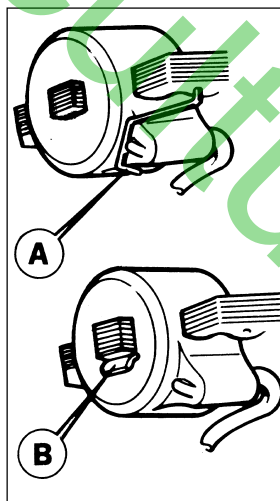

Fig. 13
- Retirer la bobine en éliminant le ressort de retenue **A** ou en redressant une lamelle du paquet **B** (Fig. 13).